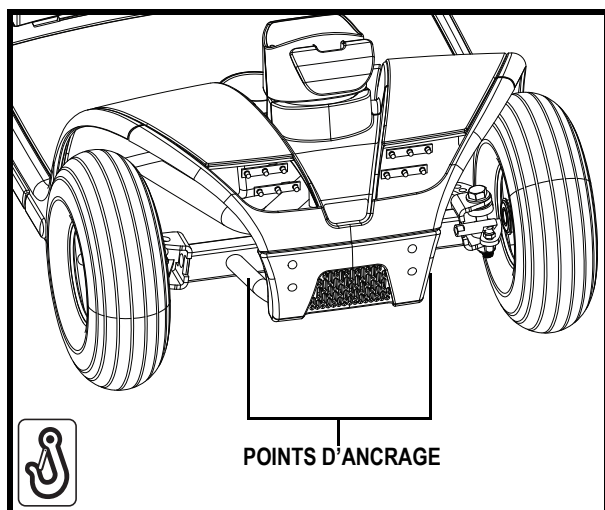

Figure 9. Points d'ancrage avant
Le scooter doit toujours être ancrés face à l'avant du véhicule. Fixez les quatre (4) courroies aux points d'ancrage désignés sur le scooter. **Voir les figures 9 et 9A.** Serrez bien les courroies pour retirer le jeu excessif. N'attachez jamais le scooter par ses composants réglables ou mobiles tels que les accoudoirs, capots ou roues. Ces articles devraient être enlevés. Positionnez les points d'ancrage arrière des courroies directement derrière le scooter. Les points d'ancrage avant sont disposés plus loin de chaque côté du scooter afin d'augmenter la stabilité latérale.